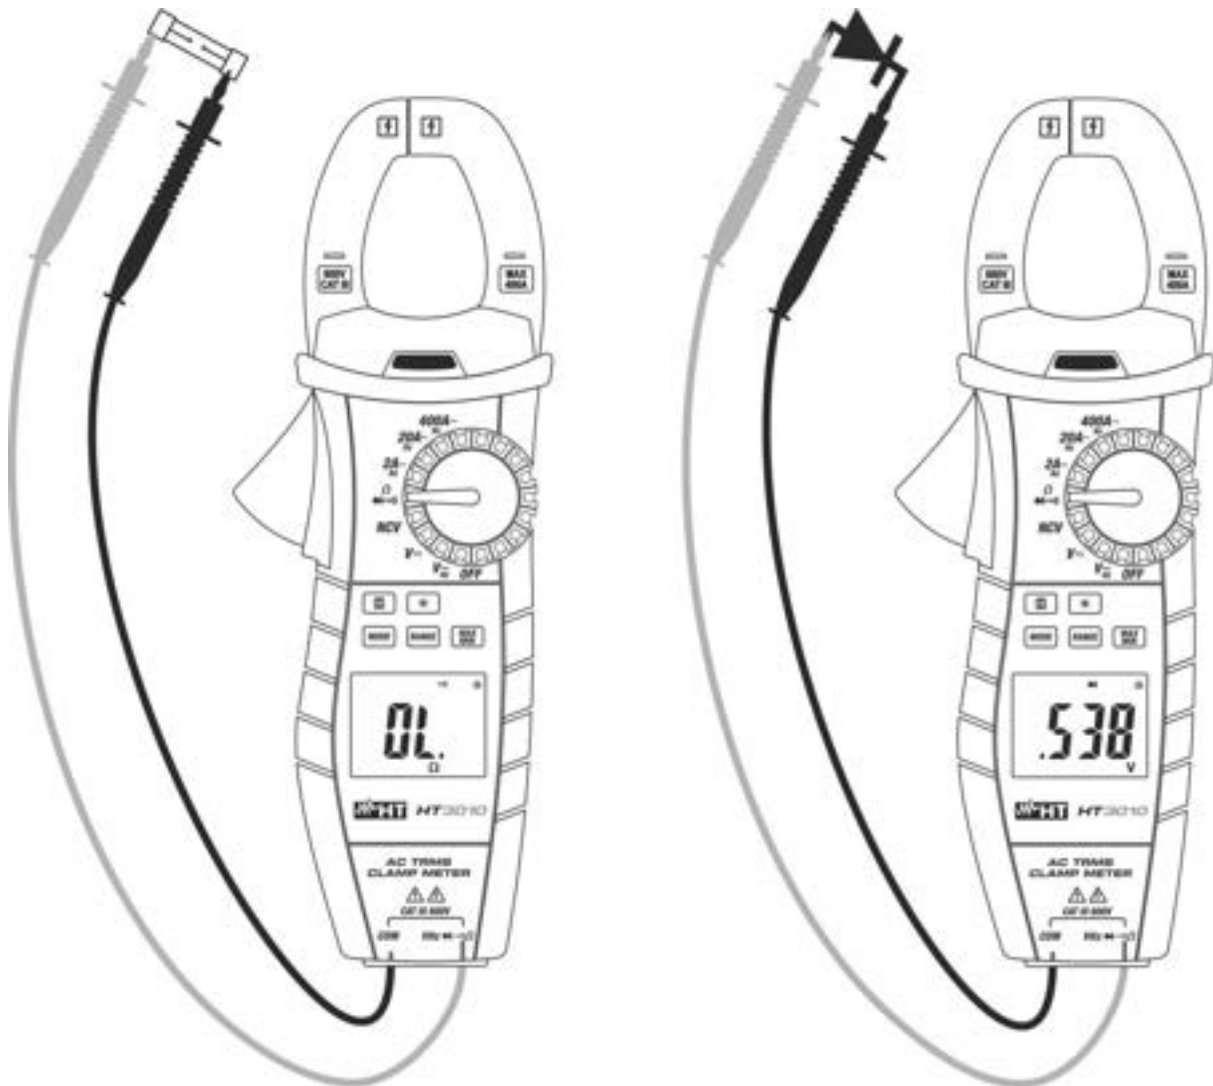

Fig. 7: Uso dello strumento per Test Continuità e Prova Diodi
3. Inserire il cavo rosso nel terminale di ingresso **VΩHz** $\rightarrow \text{diode symbol}$ e il cavo nero nel terminale di ingresso **COM** ed eseguire il test di continuità sull’oggetto in prova (vedere Fig. 7– parte sinistra). Il cicalino emette un segnale acustico quando il valore della resistenza misurata è inferiore a 30Ω
5. Connettere il puntale rosso all’anodo del diodo e il puntale nero al catodo in caso di misura di polarizzazione diretta (vedere Fig. 7 – parte destra). Invertire la posizione dei puntali in caso di misura di polarizzazione inversa